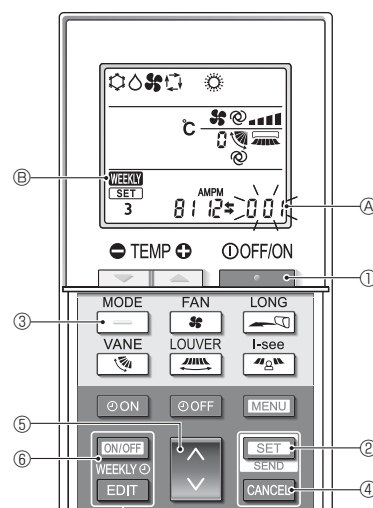

Fig. 4-12
4.12.8. Come disattivare il modo AUTO (Fig. 4-12)
1. Premere il pulsante **STOP** ① per arrestare il condizionatore d'aria.
• Se il timer settimanale è attivato, premere il pulsante **ON/OFF** ⑧ ⑥ per disattivarlo. (**WEEKLY** ⑧ scompare.)
2. Premere il pulsante **SET** ② per 5 secondi.
• L'unità passa al modo di impostazione funzioni. (Il numero per l'impostazione del modello del gruppo (A) lampeggia).
3. Premere il pulsante **UP** ⑤.
4. Completamento delle impostazioni (Fig. 4-12)